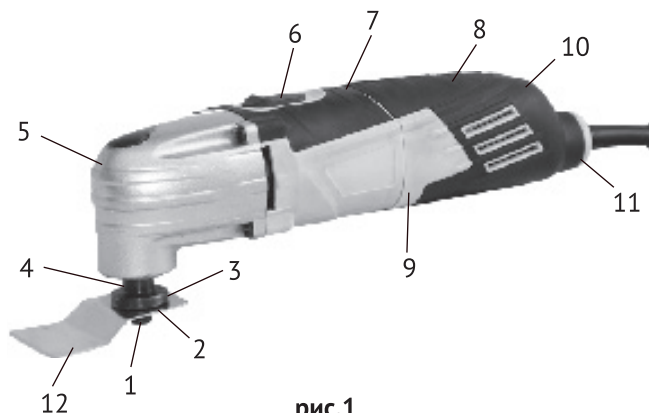

рис.1
1.3 МФИ – инструмент, работающий по осцилляционной технологии. Машина преобразует вращательное движение электродвигателя в высокочастотное колебание рабочего инструмента с небольшой амплитудой. МФИ состоит из коллекторного двигателя в пластиковом корпусе (рис.1 поз.7, 8, 9) и редуктора, расположенного в металлическом корпусе (рис.1 поз.5). Крутящий момент с якоря электродвигателя в редукторе, специальным подшипником и вилок, преобразуется в возвратно-
поступательное (колебательное) перемещение шпинделя (рис.1 поз.4), расположенного под углом 90° к оси двигателя. Между внутренним (рис.1 поз.3) и наружным (рис.1 поз.2) фланцами шпинделя, винтом М6х12, крепится рабочий инструмент (насадка для определённого вида работы). При шлифовальных (полировальных) работах, на шпиндель приворачивается дельтовидная шлифподошва. На подошву, при помощи липучки крепится шлифовальный (полировальный) лист.
1.4 Инструмент имеет так называемую компоновку «хват рукой», при котором МФИ надёжно удерживается одной рукой за корпус, покрытый противоскользящими накладками. Ползунок выключателя (рис.1 поз.6) расположен сверху на корпусе двигателя, смещён вперёд, к редуктору.
1.5 В торцевой части корпуса МФИ, расположен диск регулятора частоты колебаний шпинделя (рис.1 поз.10).
- шестигранным ключом (входит в комплект поставки) отвернуть винт (рис.1 поз.1) и снять наружный фланец (рис.1 поз.2);
- перевести ползунок выключателя (рис.1 поз.6) вперёд до фиксации в положении «включено»;
3.2 Для замены щёток необходимо снять крышки корпуса (рис.1 поз.8 и 9). Щётки следует заменять парой для обеспечения равной степени их давления на коллектор якоря.